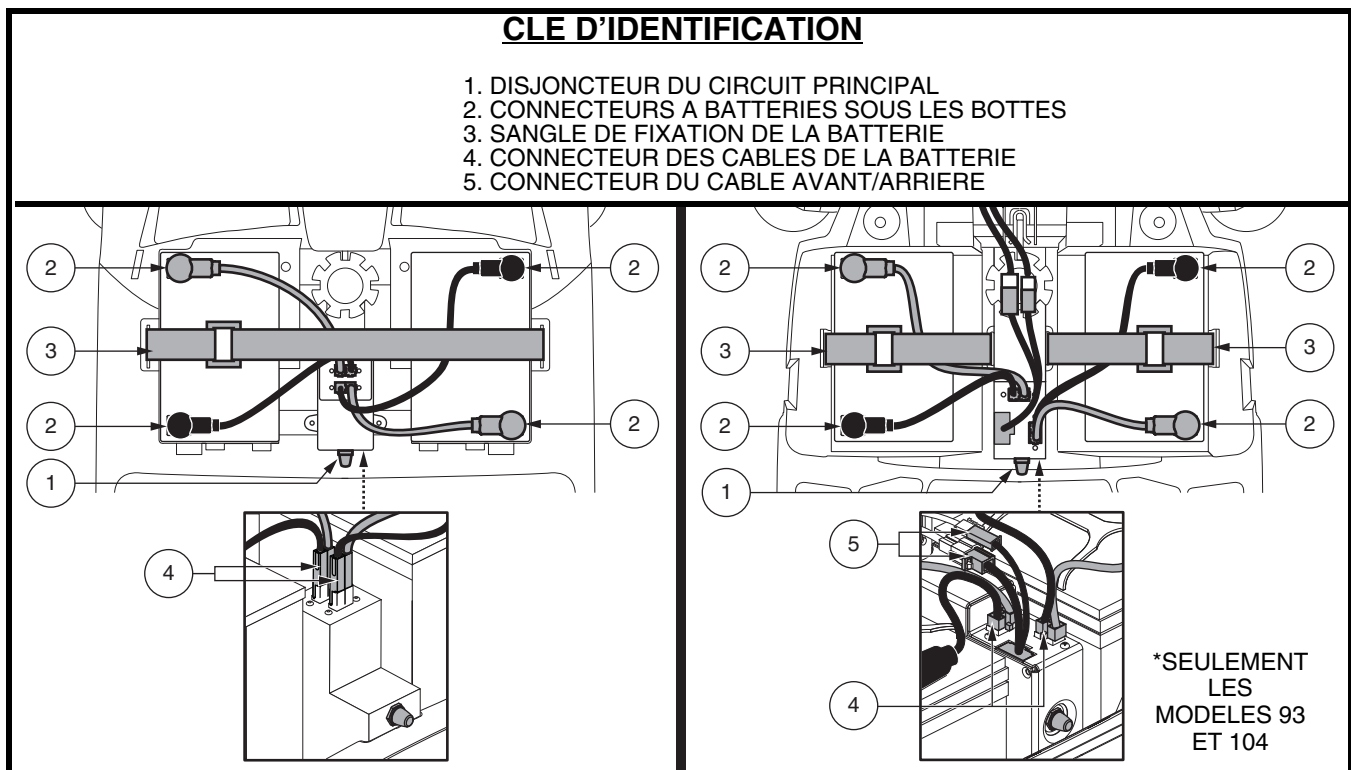

Figure 10. Enlèvement/installation des batteries et connexions
2. Détachez les courroies des batteries. Voir la figure 10.
3. Débranchez les batteries en appuyant sur les languettes des connecteurs du faisceau de la batterie et en les tirants vers le haut. Voir la figure 10.